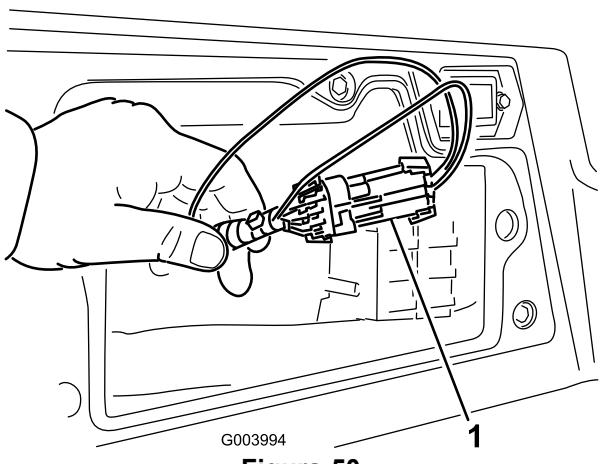

Figura 50
3. Accedete al cablaggio preassemblato ed ai connettori accanto al controller (Figura 50).